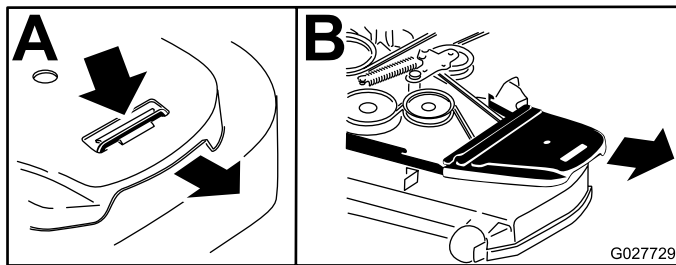

Figura 56
4. Retire las cubiertas de la correa (Figura 56).